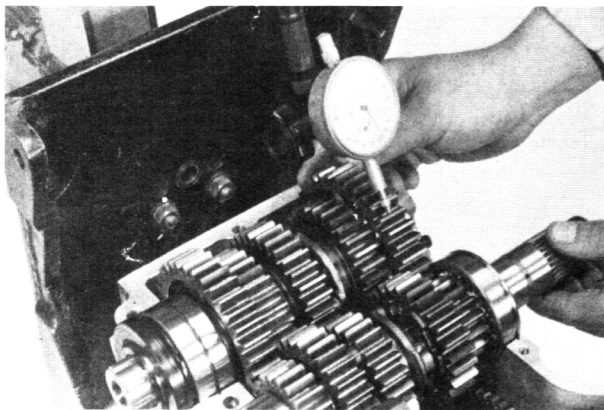

Bild 80
- Jedes Zahnrad gemäss Bild 80 auf Spiel untersuchen. Die Verschleissgrenze beträgt 0,12 mm.